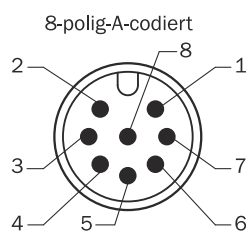

Abbildung 2: Ansicht Steckseite
7 Anbau Aufsteckhohlwellen Motor-Feedback-System mit Drehstütze (Bild 1 und Bild 2)
- ▶ Lösen der TORX-Schraube (1) am Klemmring (2) mit einem TORX-Schraubenschlüssel T10.
- ▶ Anbauhinweis beachten (Bild 2).
- ▶ Drehmomentstütze (3) mit 4 Schrauben M3 und U-Scheiben befestigen (4).
- ▶ TORX-Schraube (1) am Klemmring (2) festziehen, Anzugsmoment 1,1 Nm.